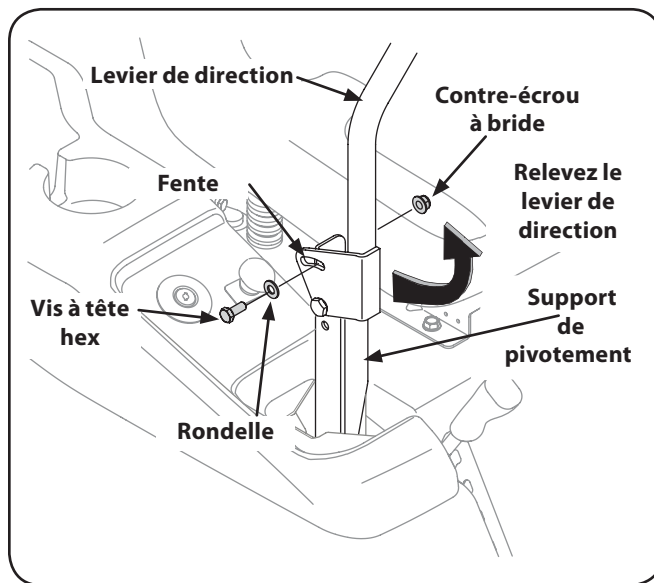

Figure re 3-4
2. Redressez le levier de conduite jusqu'à ce que la fente du support soit alignée avec l'un des trous du support de pivotement. Voir la Figure re 3-4.